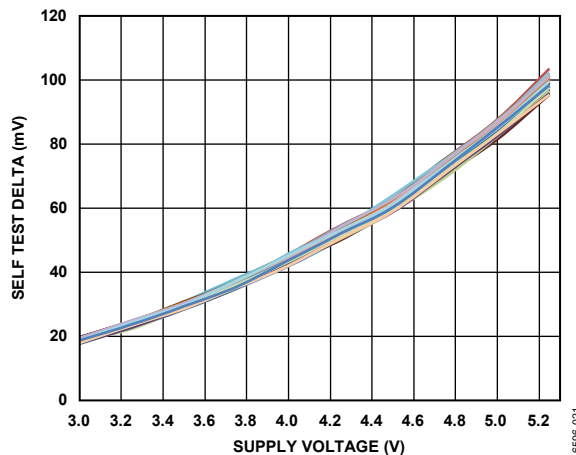

図 21. 典型的なセルフ・テストのデルタと電源の関係
4. 2 つの測定値を差し引いて、必要に応じて図 21 の電源電圧による応答曲線を考慮しながら、この結果を表 1 の期待値と比較します。